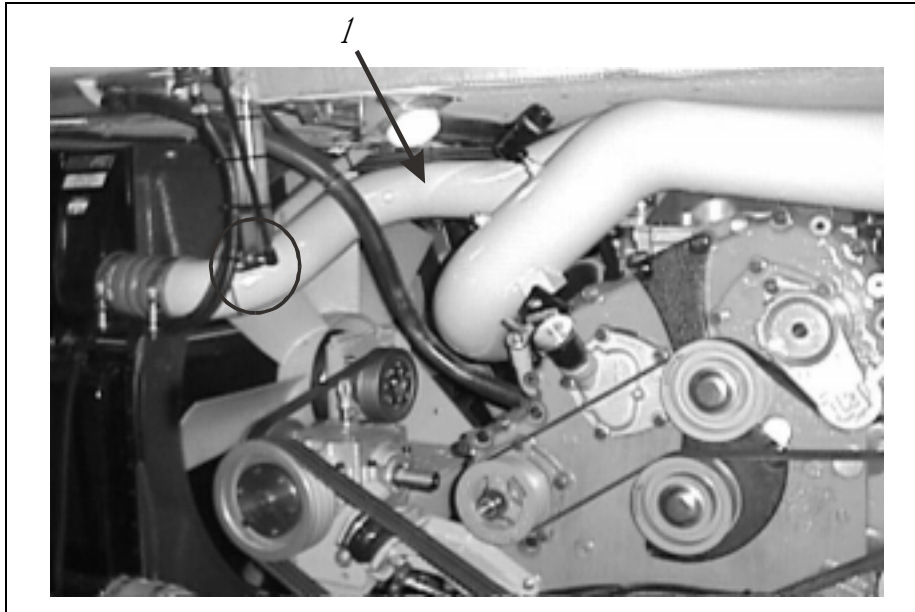

FIGURE 1: LOCALISATION DU TUYAU ALLANT DU REFROIDISSEUR D'AIR AU MOTEUR
- le tuyau allant du refroidisseur d'air au moteur (1, figure 1);